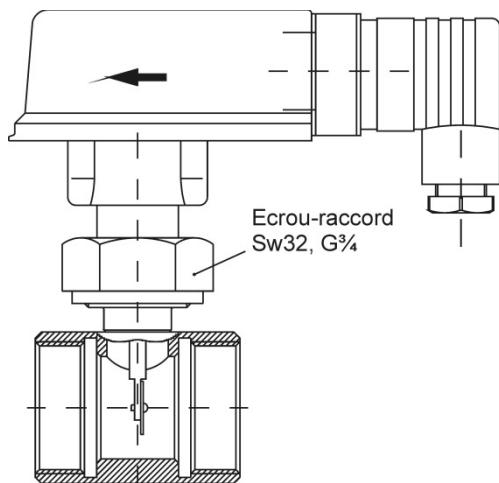

Fig. 5
- ☞ Les commutateurs de débit, équipés en option d'une pièce tubulaire en cuivre (→ Fig. 5), doivent être brasés au tube. Avant d'effectuer les travaux de brasage, il faut désolidariser de la pièce tubulaire le commutateur de débit (corps avec système de tige à bascule) et l'anneau torique.